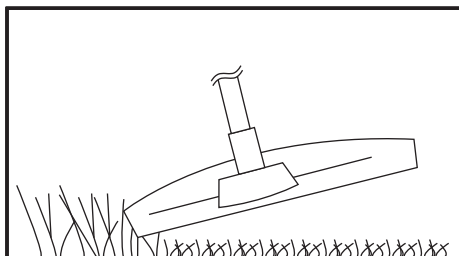

Fig. 19
1. Utiliser la tête de coupe-bordures (18) pour couper des herbes fines, du gazon ou d'autres végétaux fins similaires. Vérifier que la protection (17) est bien fixée.
4. Placer la tête de coupe-bordures (18) juste au-dessus du sol à un angle d'environ 30° (Fig. 19).